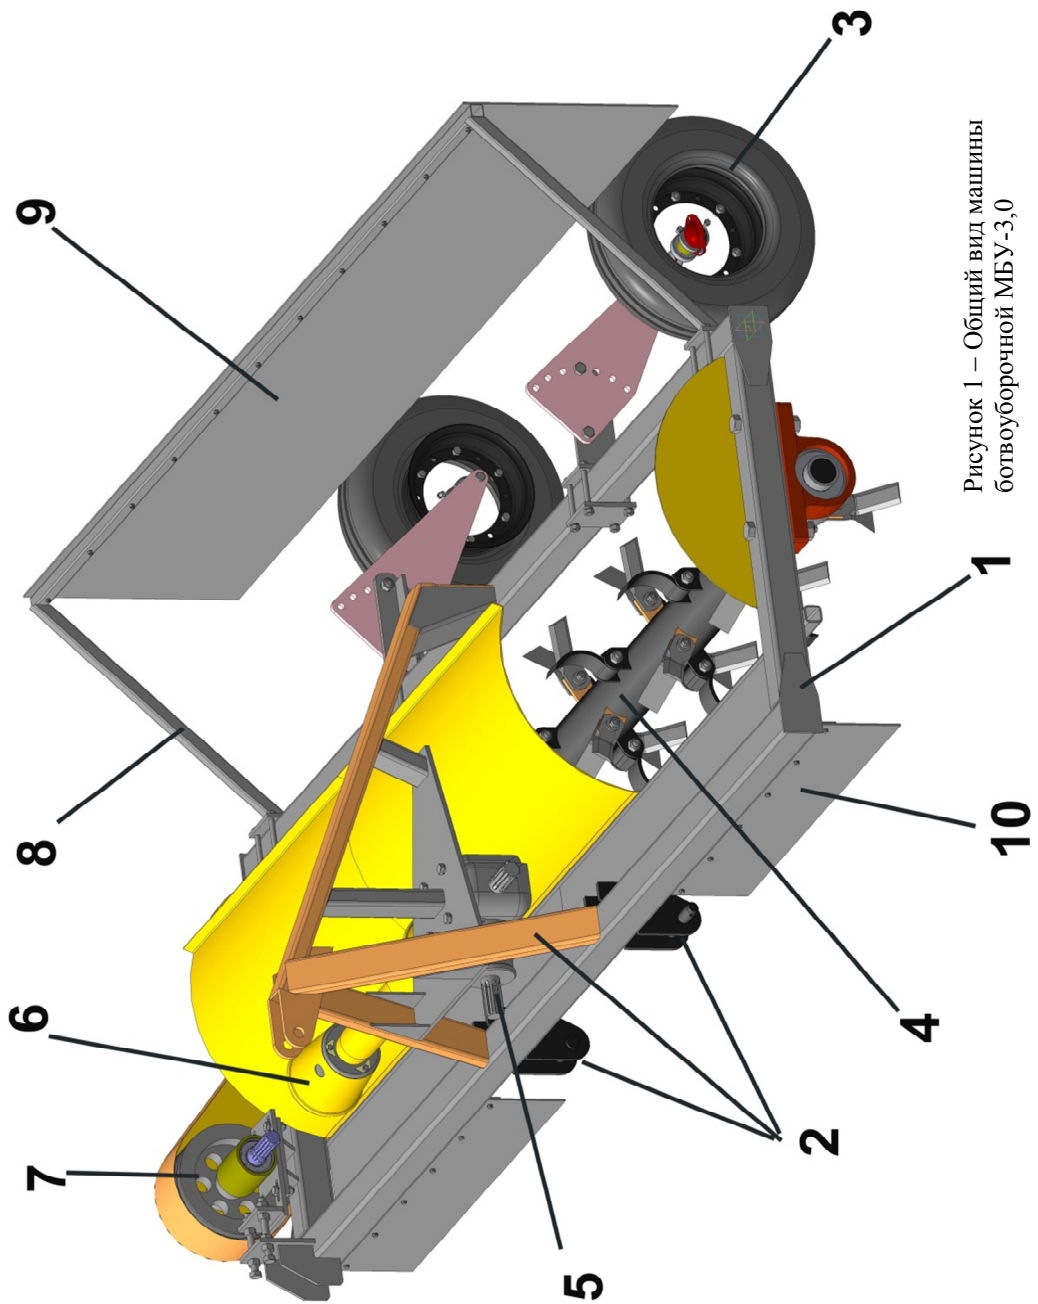

Рисунок 1 – Общий вид машины
3.1 Машина ботвоуборочная (рис.1) представляет собой навесную машину, состоящую из несущей рамы 1, на которой крепятся: уши для
3.6 Для предотвращения вылетания скошенной ботвы и камней из-под ножей машины на раме установлены защитные ограждения 9 и 10 (рис.1).